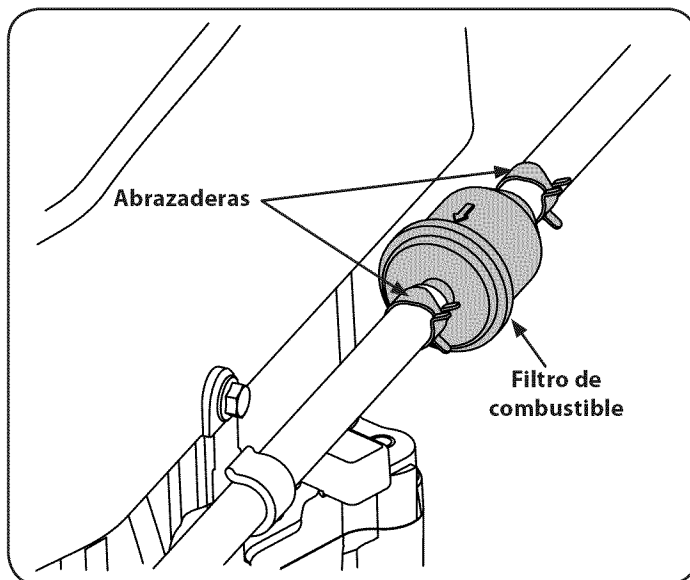

Figura 28
1. Ubique el filtro de combustible, el cual está instalado del lado derecho del motor, entre el depósito de combustible y el motor. Vea la Figura 28.
2. Use tenazas para apretar las lengüetas de las abrazaderas, luego deslice las abrazaderas alejándolas del filtro de combustible. Tuerza y separe las líneas de combustible del filtro. Consulte la Figura 28.